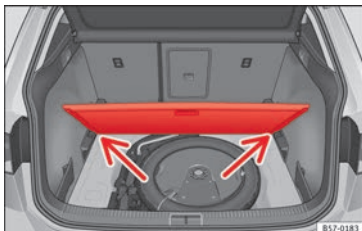

Fig. 170 Piso variable del maletero: posición inclinada.
- Apoye el piso sobre los alojamientos previstos para tal uso » **fig. 170** (flechas).